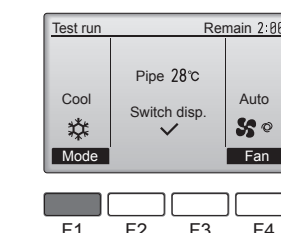

Fig. 7-3
- ① Druk op de functietoets [F1] om de bedieningsstand te wijzigen. (Fig. 7-3)